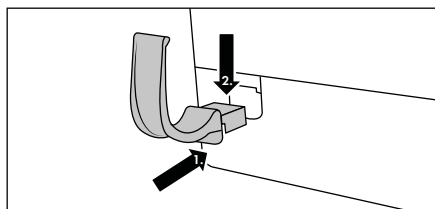

Bild 1
- ♦ Sätt in slanghållaren 16 i öppningen på produkten och tryck ner den så att den fastnar där (se bild 1).